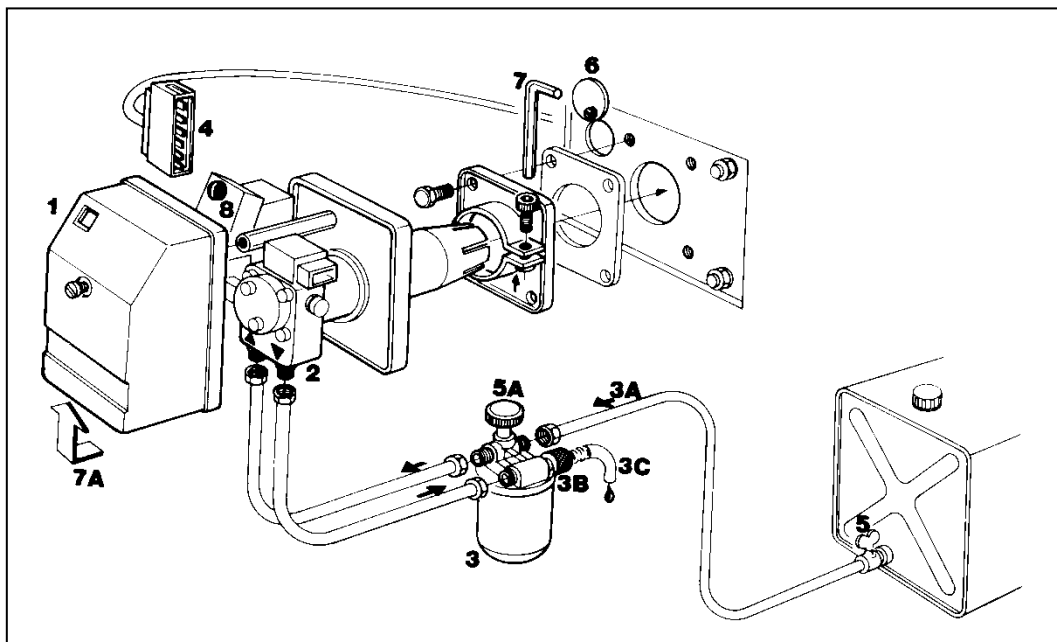

Bild 11
5. Drehen Sie die Inbusschraube **7** (Bild 11) soweit fest bis der Brenner arretiert ist;
Folgen Sie nachstehenden Anweisungen (Bild 11):
5. Starten des Ölbrenners (Bild 11):
Heizungsanlagen der HR-Reihe verfügen über eine digitale Instrumententafel (Bild 11) mit den folgenden Meldungs-codes: